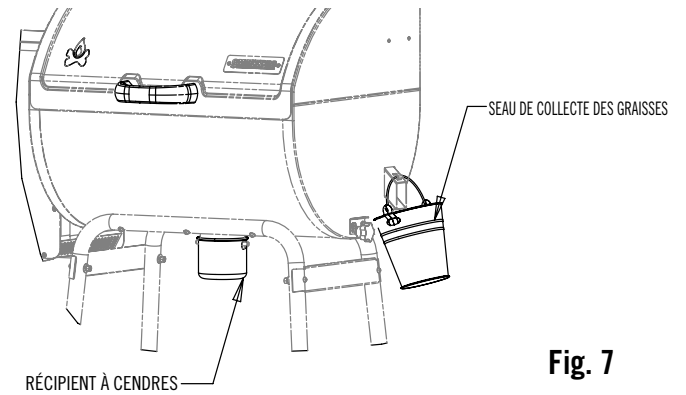

Fig. 7
1. Suspender le seau de collecte des graisses à son conduit d'évacuation comme indiqué à la Fig. 7.
1. Monter le réceptacle à cendres comme indiqué à la Fig. 7. Ne jamais utiliser le barbecue sans y monter le réceptacle à cendres.